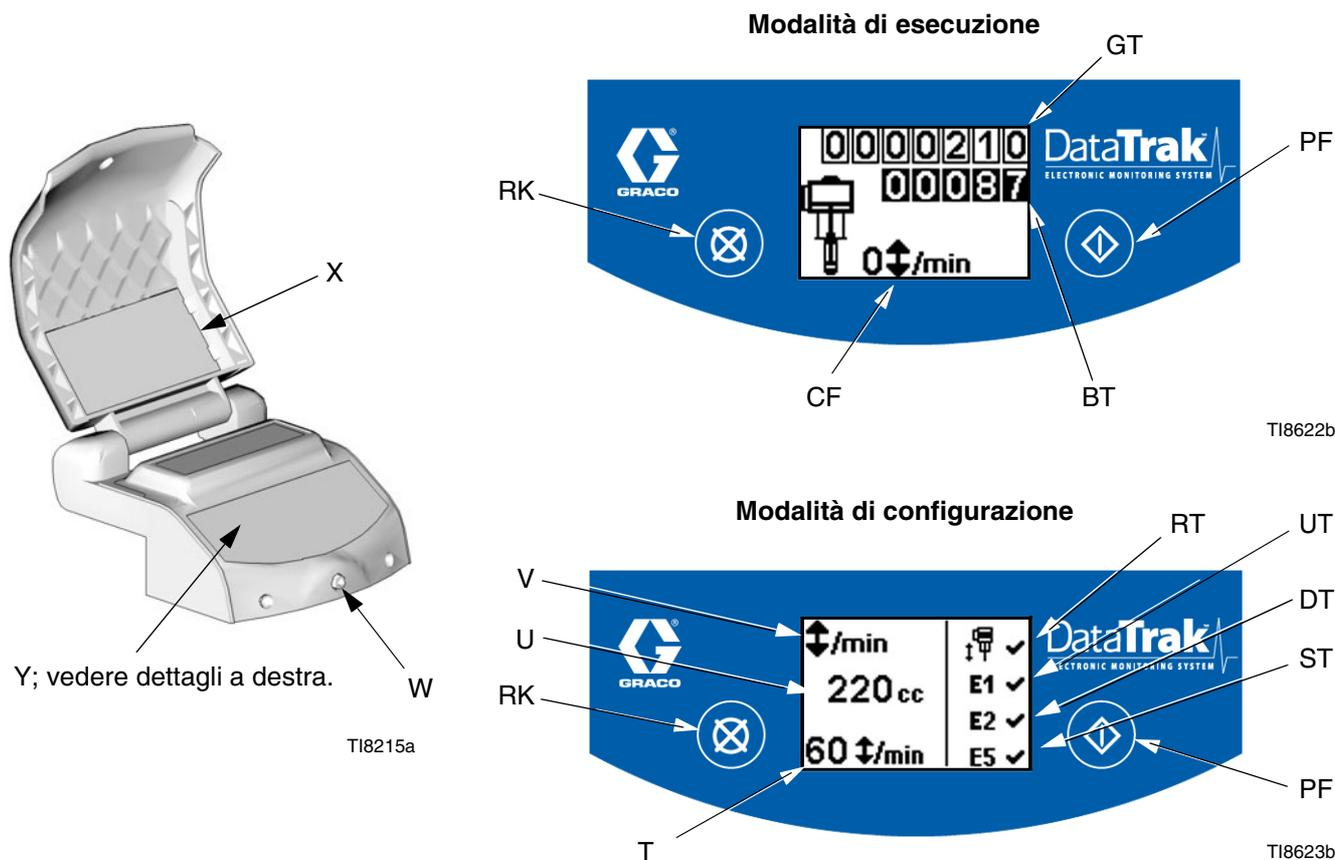

FIG. 3. Controlli e indicatori DataTrak
Legenda per FIG. 3
1. Vedere FIG. 3. Tenere premuto  per 5 secondi, fino alla visualizzazione del menu di configurazione.
Quando le opzioni di accelerazione e di errore E1, E2 e E5 sono attivate, sulla schermata di configurazione viene visualizzato un ✓. Vedere FIG. 3.
1. Vedere FIG. 3. Se si verifica il fuorigiri della pompa, il solenoide di fuga si attiva, arrestando la pompa stessa. Il LED (W) lampeggia e il display (Y) indica la condizione di fuorigiri (vedere Tabella 1).
2. Per ripristinare il monitoraggio del fuorigiri, chiudere la valvola dell'aria principale (B). Attendere che l'aria si sia completamente scaricata dal motore pneumatico prima di passare alla fase 3. La schermata si modifica per indicare l'operazione, come illustrato in basso.
4. Aprire la valvola dell'aria principale (B) per riavviare la pompa.
Per disattivare il monitoraggio di accelerazione, entrare in modalità di configurazione e impostare il valore su 0 (zero) o portare (RT) su off  (vedere FIG. 3).
1. Vedere FIG. 3. Per accedere alla modalità di adescamento/lavaggio, premere un tasto qualsiasi per riattivare il display, quindi premere . Sul display viene visualizzato il simbolo dell'adescamento/lavaggio e il LED
2. In modalità di adescamento/lavaggio, la protezione fuorigiri è disattivata e il totalizzatore batch (BT) non effettua il conteggio.
Vedere FIG. 3. L'ultima cifra del totalizzatore batch (BT) indica i decimi di galloni o litri. Per azzerare il totalizzatore, premere un tasto qualsiasi per riattivare il display, quindi tenere premuto  per 3 secondi.
Vedere FIG. 3. Il display (Y) si spegne dopo un minuto di inattività nella modalità di esecuzione o dopo tre minuti nella modalità di configurazione. Premere un tasto qualsiasi per riattivare il display.
Il DataTrak è in grado di diagnosticare diversi problemi della pompa. Quando il sistema di monitoraggio rileva un problema, il LED (W, FIG. 3) lampeggia e viene visualizzato sullo schermo un codice diagnostico. Vedere Tabella 1.